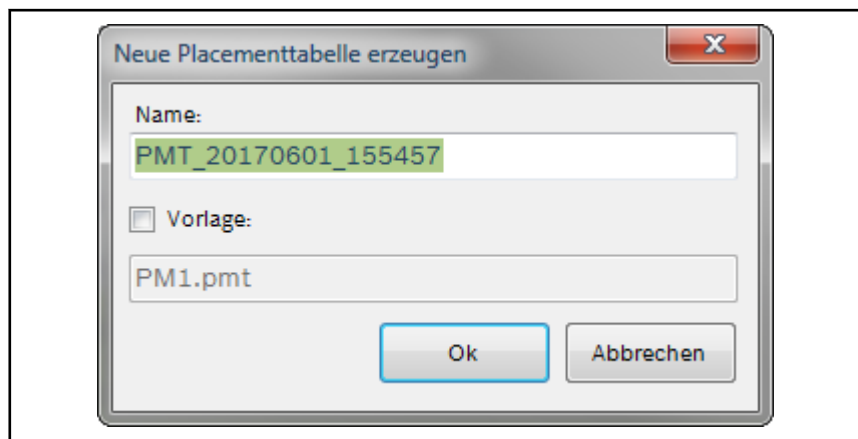

Abb. 7-45: Dialog zur Erzeugung einer neuen Placement-Tabelle
Es öffnet sich ein Dialog (siehe Abb. 7-45 "Dialog zur Erzeugung einer neuen Placement-Tabelle" auf Seite 208) zur Erzeugung einer neuen Placement-Tabelle (weiter mit Punkt 3).
Es wird ein Dialog zur Erzeugung einer neuen Placement-Tabelle geöffnet (siehe Abb. 7-45 "Dialog zur Erzeugung einer neuen Placement-Tabelle" auf Seite 208).
1. Dialog Neu (siehe Abb. 7-45 "Dialog zur Erzeugung einer neuen Placement-Tabelle" auf Seite 208) öffnen, wie oben beschrieben. 2. Gegebenenfalls einen neuen Namen für die Placement-Tabelle eingeben. 3. Im Dialog Neu das Feld "Vorlage" selektieren. Das Eingabefeld für den Namen der Vorlage (Vorbelegung: "PM1.pmt") wird aktiviert. Soll die Standardvorlage "PM1.pmt" nicht verwendet werden, kann hier ein Name mit Pfadangabe einer anderen Placement-Tabelle eingegeben werden. Bei Eingabe eines Tabellennamens ohne Pfadangabe wird die Vorlage im Pfad "/database" gesucht. 4. Eingabe mit Taste "Ok" bestätigen. Die neue Tabelle wird im Placement-Editor geöffnet. Die Anzahl der Korrekturbänke und die Korrekturwerte werden aus der angegebenen Vorlage übernommen.